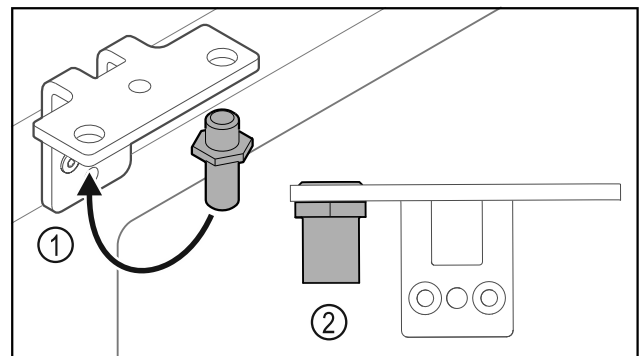

Fig. 32
- ▶ Cambiar la posición del perno Fig. 32 (1) en la escuadra de bisagra.
- ▶ Apretar el perno Fig. 32 (2) con un **par de 12 Nm**.